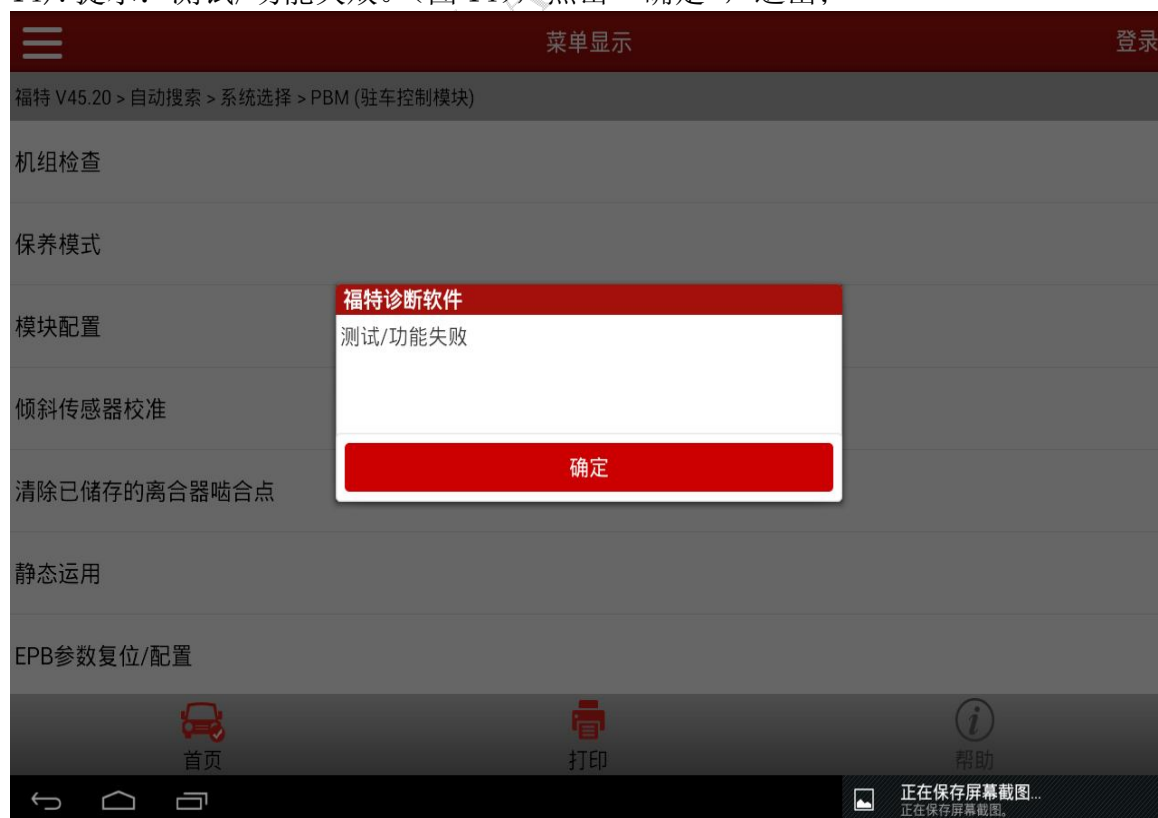

图 14
14). 提示：测试/功能失败。（图 14），点击“确定”，退出；